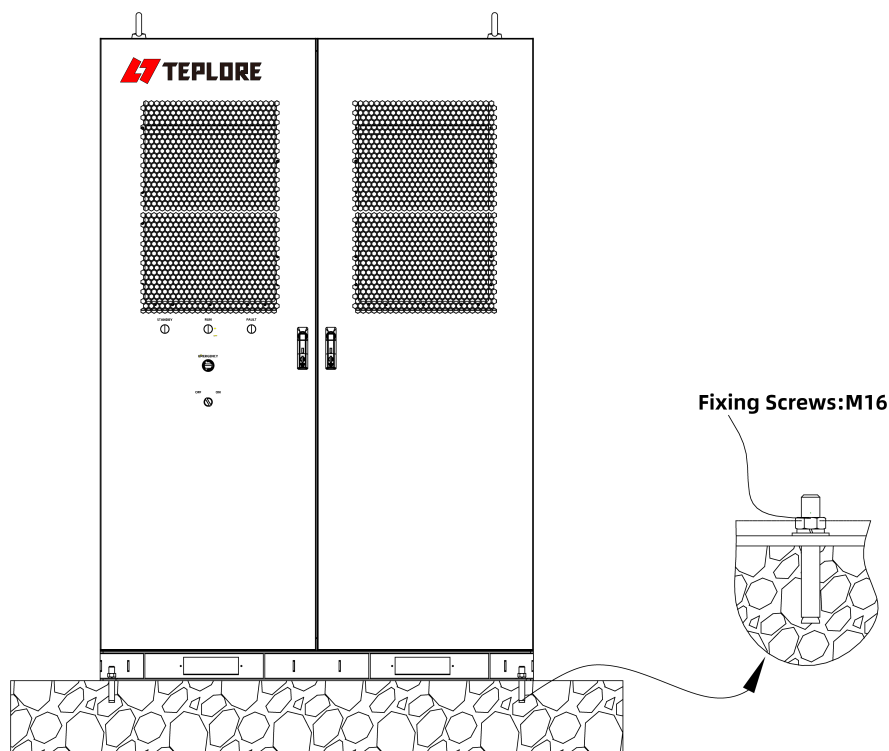

Abbildung 6-1: Schrauben des Schrankes
2. Sichern Sie die Ausrüstung an allen vier unteren Ecken mit M16-Befestigungselementen, wie in Abbildung 6-1 dargestellt.